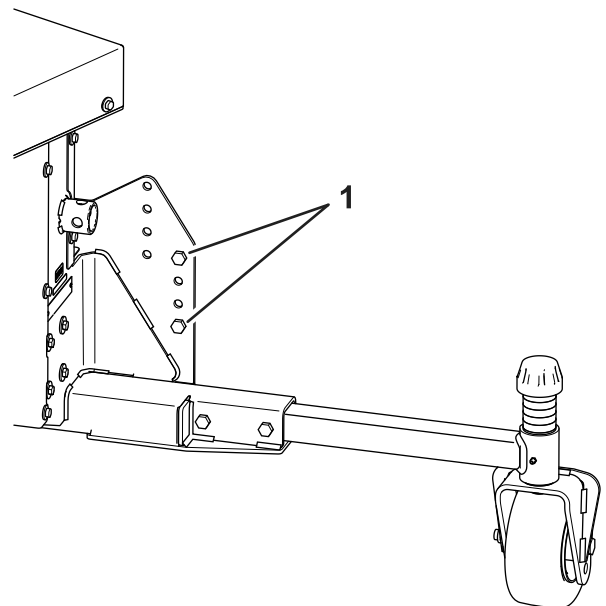

Figura 9
- Aleje la caja del soplador y baje el soplador hasta que las ruedas giratorias y el gato fijo toquen el suelo, manteniendo la cincha tensada (Figura 9).